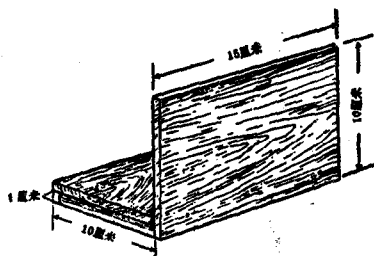

图15. 机器的底板
10. 底板或机箱 机器的零件必须安装在一个底板上，并一一固定起来，然后才能开始接线。底板通常用薄木板或三夹板做，最简单的一种，是用两块木板做成“L”形，如图15中